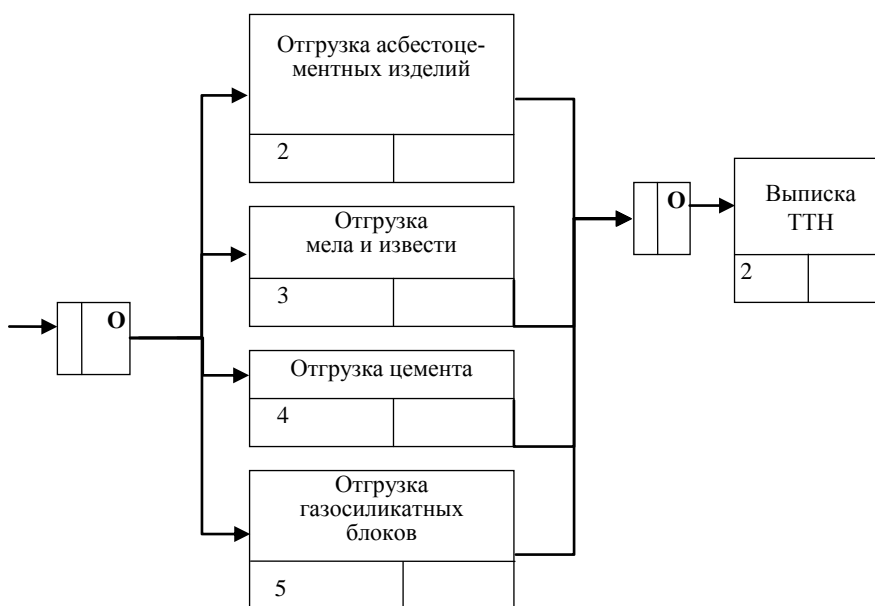

Рис. 35. Перекрестки типа «асинхронное ИЛИ» на диаграмме «Отгрузать продукцию»
5. С помощью кнопки *Junction Tool*  на панели моделирования внесите два перекрестка типа «асинхронное ИЛИ» и свяжите их с работами, как показано на рис. 35.